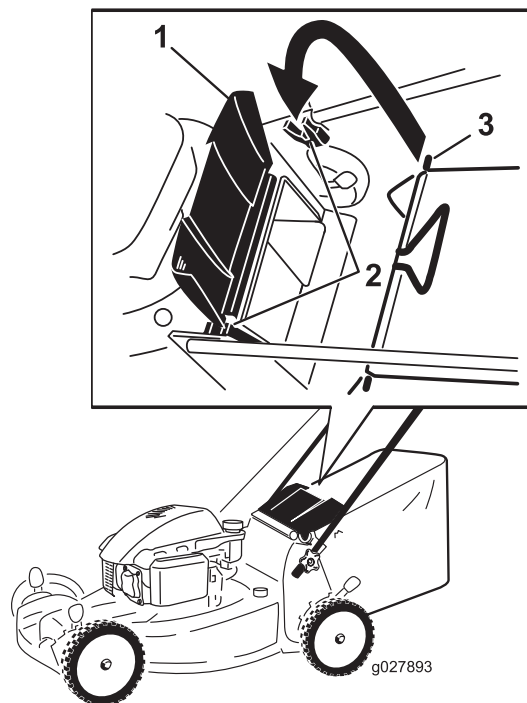

Figure 17
1. Soulevez le déflecteur arrière et maintenez-le dans cette position (Figure 17).
2. Montez le bac à herbe en veillant à placer les ergots dans les crans des supports du guidon (Figure 17).